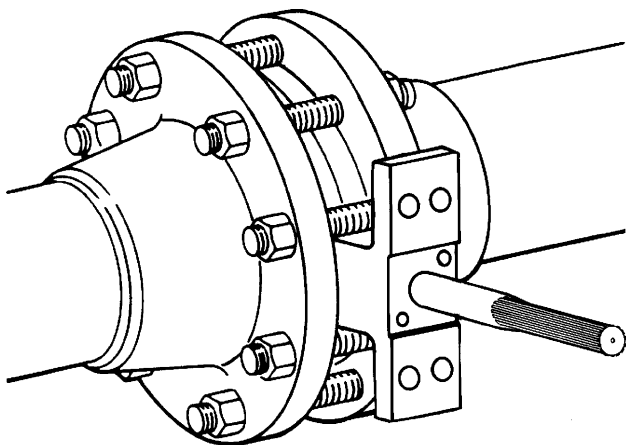

图4. 对夹式阀门的安装
阀门可安装在任何方向。然而, 我们推荐阀门驱动轴应水平方向, 而执行机构则是垂直方向, 如图4所示。
为正确安装阀门, 应使阀门的高压关断侧沿流量方向箭头所指出的方向来安装阀门, 详情见图4。
1. 有关阀门推荐的安装方向见图4。